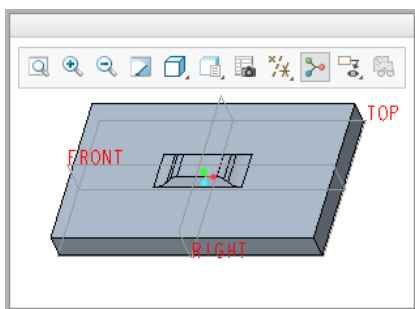

图 6-98 在单独窗口中显示凸模参考模型
(1) 在功能区“模型”选项卡的“工程”组中单击“成型”→ (凸模) 按钮, 则功能区出现“凸模”选项卡。
(2) 在功能区“凸模”选项卡中单击  (打开冲孔模型) 按钮, 弹出“打开”对话框, 通过“打开”对话框浏览并选择本书配套的 tsm_s6_die3.prt, 单击该对话框中的“打开”按钮。此时, 可以在功能区的“凸模”选项卡中单击  (指定约束时在单独的窗口中显示元件) 按钮以增加选中它, 系统弹出图 6-98 所示的一个单独窗口显示凸模参考模型。